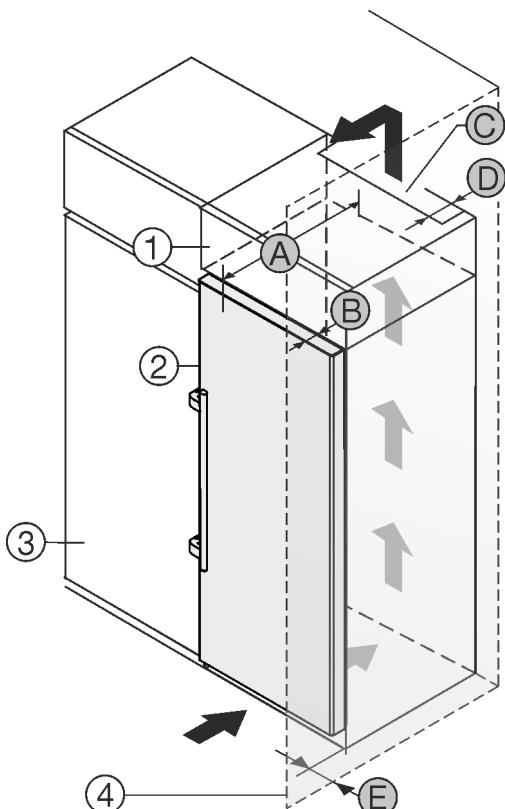

Fig. 1
Установите устройство непосредственно рядом с кухонным шкафом Fig. 1 (3).
На задней стенке дополнительного шкафчика должен быть вентиляционный канал с глубиной Fig. 1 (D) по всей ширине этого шкафа.
Нужно соблюдать вентиляционное отверстие Fig. 1 (C) под нижней панелью.
Если устройство установлено на шарнирах у стены Fig. 1 (4), то расстояние между устройством и стеной должно быть не менее 57 мм. Настолько выступает ручка при открытой дверце.
Чтобы можно было полностью открыть двери, устройство должно выступать на глубину двери Fig. 1 (B) относительно передней стенки кухонного шкафа. В зависимости от глубины кухонных шкафов Fig. 1 (3) и использования пристенных распорок устройство может выступать и больше.